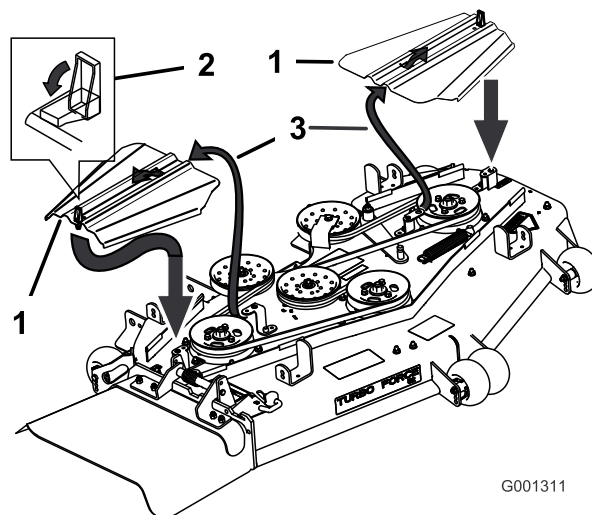

Figure 57
3. Retirez les couvercles de courroie (Figure 57).
9. Posez les couvercles en les insérant dans la languette, vissez les boulons en place et fermez les fixations (Figure 57).